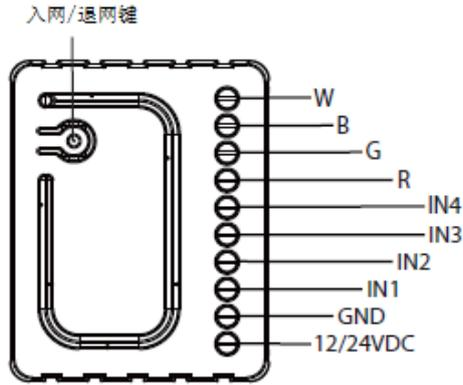

图1 接口示意图
- ① RGBW 灯带（12V 或 24V）×1
- ② 绞线×5
- ③ 电源适配器×1
- 2) 参考图 1，为设备各个接口的描述，将绞线焊接在 RGBW 灯带的金属触点上；